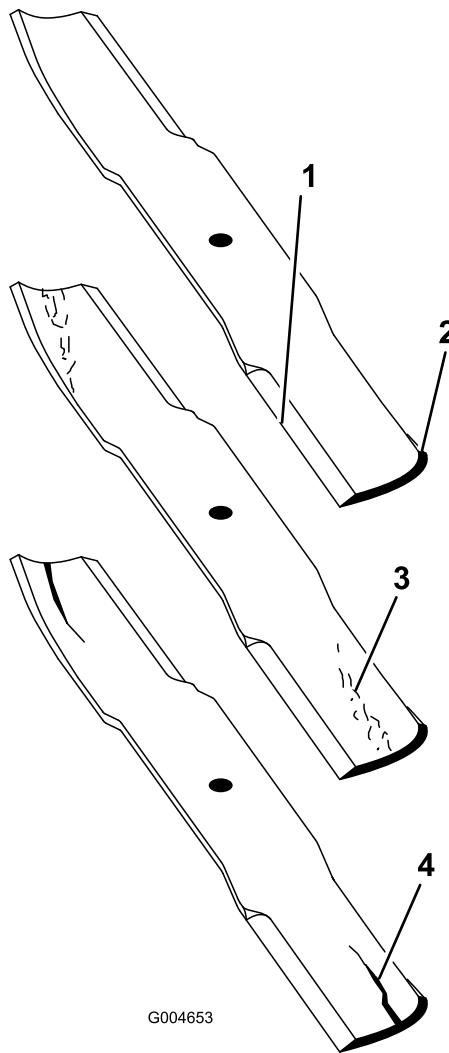

Figure 87
2. Examinez attentivement les tranchants de la lame, particulièrement au point de rencontre des parties plane et relevée (Figure 87). Le sable et les matières
abrasives peuvent éroder le métal à cet endroit, c'est pourquoi il est important de contrôler l'état de la lame avant d'utiliser la tondeuse. Remplacez la lame si elle vous semble usée (Figure 87).
Si la lame est trop usée, une entaille se forme entre la partie relevée et la partie plane (Figure 87). La lame risque alors de se briser et un morceau peut être projeté du dessous de la machine, vous blessant gravement ou une personne à proximité.